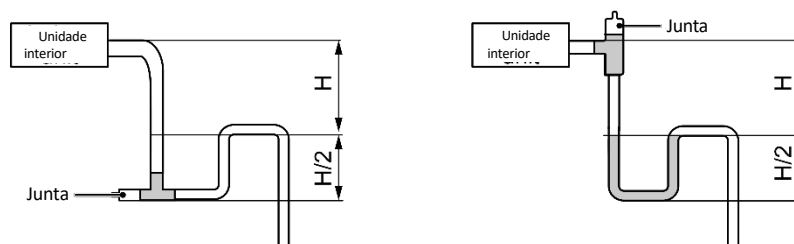

Fig. 4.3.5
- 5 Instale o sifão conforme indicado na Fig. 4.3.5 a seguir.